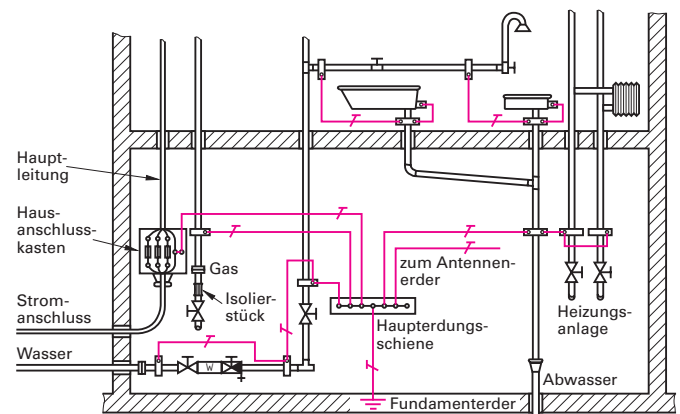

Bild 1: Schutzpotenzialausgleich
- Schutzpotenzialausgleich im Hausanschlussraum (**Bild 1**),